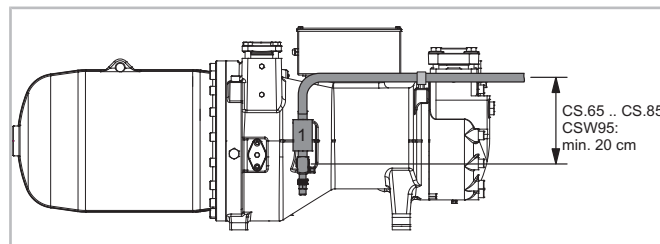
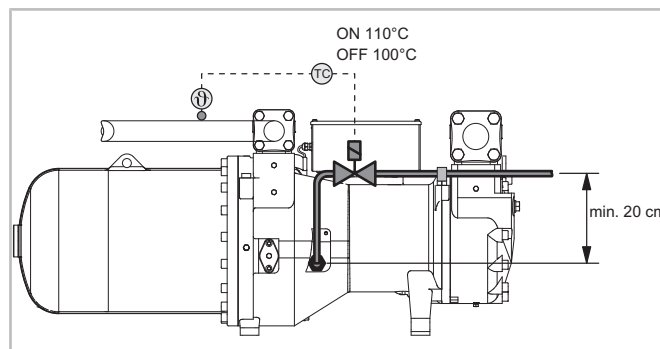

Abb. 5: Rohrführung der ECO-Sauggasleitung am Verdichter
Abb. 6: Rohrführung für Kältemitteleinspritzung (LI) mit Kältemittelein-spritzventil
Optionale Leitungen für Economiser (ECO) (nicht bei CSW95), siehe Abbildung 5, Seite 17 und/oder Kältemitteleinspritzung (LI), siehe Abbildung 6, Seite 17 müssen vom Anschluss aus zunächst nach oben geführt werden. Dies vermeidet Ölverlagerung und Beschädigung der Komponenten durch hydraulische Druckspitzen (vgl. Handbuch SH-170).